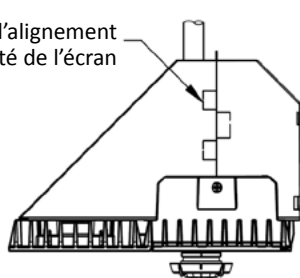
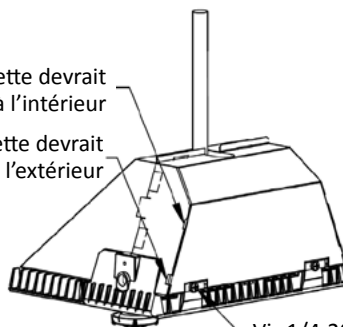

Fig. 9
Fig. 11
1. Avec le luminaire en position installée, placer l'écran contre les oiseaux en 2 pièces sur le dessus du luminaire tel qu'illustré dans la Fig. 9.
4. Rattacher l'écran contre les oiseaux sur le dissipateur thermique du luminaire en positionnant les languettes d'alignement entre les ailettes du dissipateur thermique et en poussant l'écran contre les oiseaux vers le bas afin qu'il repose sur le dissipateur tel qu'illustré dans les Fig. 9 et 10. Si vous installez l'écran contre les oiseaux dans une configuration de générateur de lumière simple, retirer (2) vis de serrage ¼-20 et rattacher l'écran contre les oiseaux plus petit sur le dissipateur thermique à l'aide de (2) vis 1/4-20 x 3/8 (incluses) tel qu'illustré dans la Fig. 11.